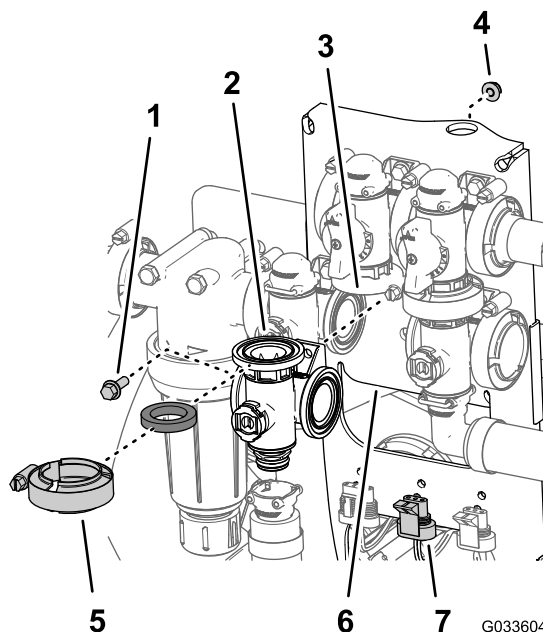

Рисунок 127
1. Совместите фланец коллектора клапана перемешивания, прокладку и фланец перепускного клапана перемешивания (Рисунок 127).
- Присоедините клапан перемешивания к опоре крепления клапанов при помощи болта с фланцевой головкой и фланцевой контргайки, Рисунок 127 снятых при выполнении действий, описанных в пункте 3 раздела Снятие коллекторного клапана перемешивания (страница 91), и затяните гайку и болт с моментом от 10 до 12 Н·м.